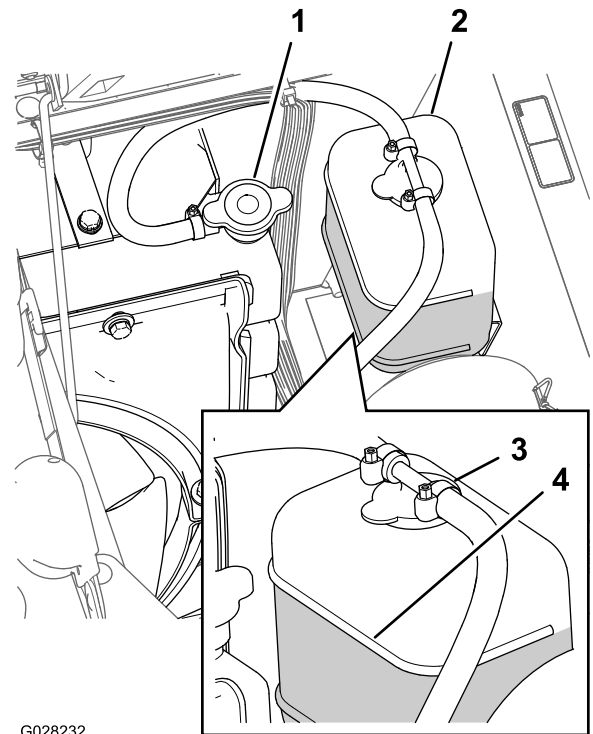

Figure 103
3. Retirez le bouchon du radiateur et le bouchon du vase d'expansion avec précaution (Figure 103).
Remarque: Le radiateur doit être rempli jusqu'en haut du goulot de remplissage et le vase d'expansion jusqu'au repère maximum (Figure 103).
5. Si le niveau de liquide de refroidissement est trop bas, enlevez le bouchon du vase d'expansion et le bouchon du radiateur. Remplissez le vase d'expansion jusqu'au repère maximum, et le radiateur jusqu'en haut du goulot de remplissage (Figure 103).
6. Remettez en place les bouchons du radiateur et du vase d'expansion (Figure 103).
2. Laissez refroidir le moteur puis retirez le bouchon du radiateur (Figure 103).
6. Retirez le bouchon de radiateur (Figure 103).
8. Démarrez le moteur en ayant serré légèrement le bouchon sur le radiateur (Figure 103).
10. Une fois le liquide de refroidissement chaud, faites l'appoint jusqu'à la surface d'étanchéité du bouchon et serrez ce dernier (Figure 103).
11. Ouvrez le bouchon du vase d'expansion et versez du liquide de refroidissement jusqu'au niveau à froid (Figure 103).